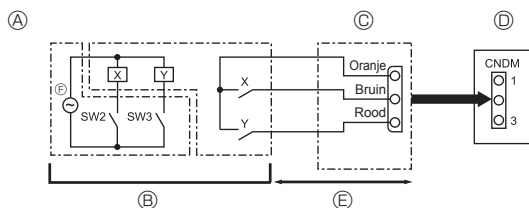

Fig. 9-2
9.2. Vraagfunctie (wijziging ter plaatse) (Fig. 9-2) (alleen voor airconditioners)